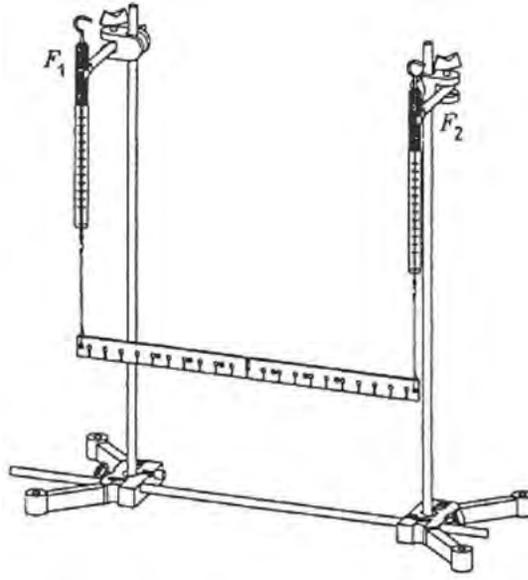

Figura 12.3 Montaje para equilibrio de traslación de un cuerpo rígido
2. Sostenga la viga de los extremos con los dinamómetros de 2 N (como muestra la figura 12.3) entregados. Antes de cada medición observe que la viga esté horizontal.